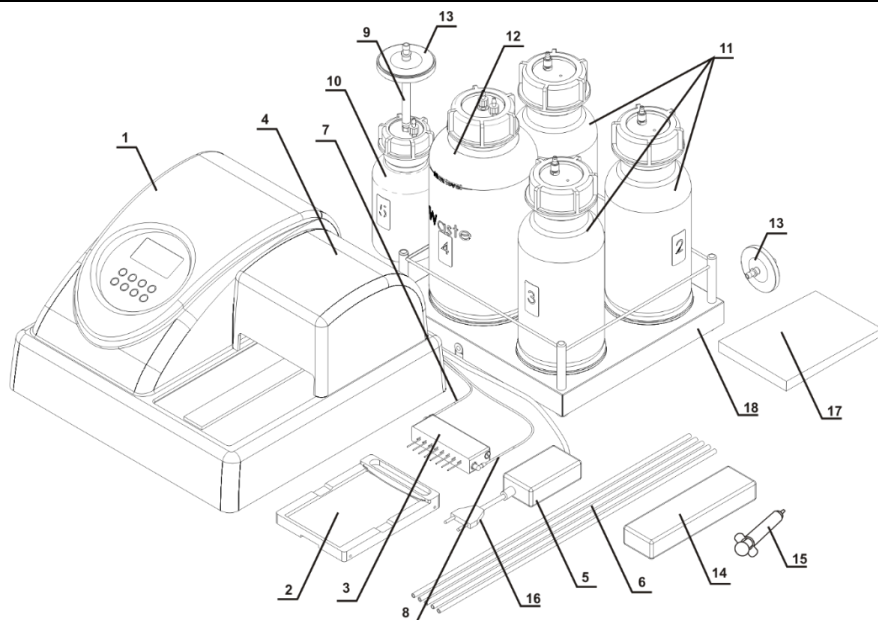

Рисунок 1. Комплектация прибора
- 4.2. **Комплектация (рисунок 1).** В комплект прибора входят:
- 4.5.7. Соедините трубкой (рис. 1/7) штуцер промывочной гребенки, по которому подается жидкость, с **синим** штуцером **Поддача (головка вошера)** на задней панели прибора (рис. 3/2).
- 4.5.8. Соедините трубкой (рис. 1/8) штуцер промывочной гребенки, по которому откачивается жидкость, с **жёлтым** штуцером **Откачка (головка вошера)** на задней панели прибора (рис. 3/4).
- 4.5.10. На штуцер пол-литровой бутылки (под номером 5) установите трубку для гидрофобного фильтра (рис. 1/9), а на нее – гидрофобный фильтр (рис. 1/13). При установке гидрофобного фильтра его поверхность с надписью “IN” должна быть обращена к пробке бутылки (рис. 11).
- К штуцеру (1 – **красный**) (рис. 3/3) трубкой (рис. 1/6) подсоедините бутылку с буфером 1.